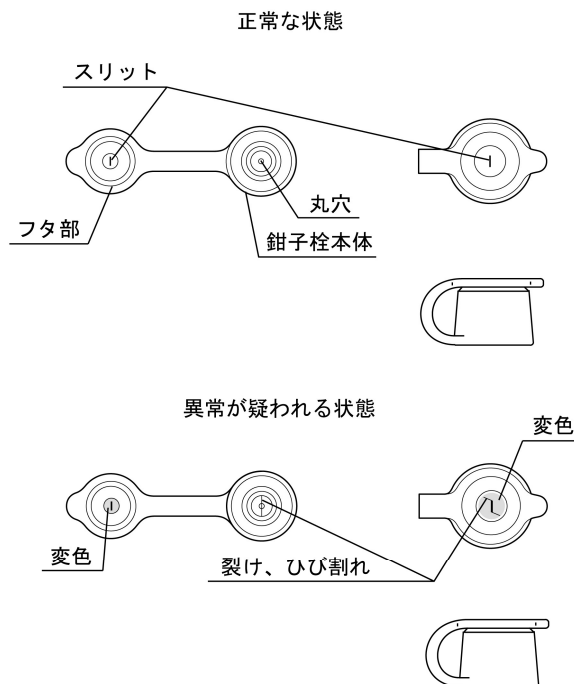

図 2
10. 鉗子栓のフタ部のスリットまたは鉗子栓本体の丸穴に裂け、ひび割れ、変形、変色などの異常がないことを目視で確認すること。（図 2 参照）